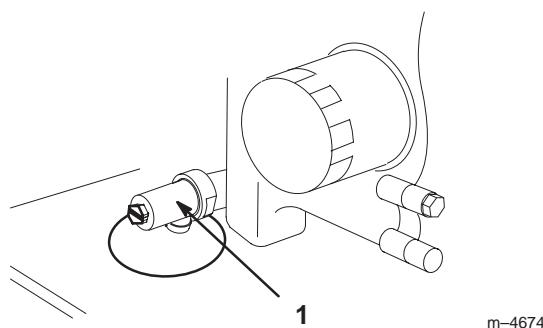

Bild 39
3. Stellen Sie eine Auffangwanne unter die Ölabblassschraube. Öffnen Sie das Ventil entweder mit einem Flachschraubenschlüssel, einem 3/8"-Schlüssel oder einem Schlüssel 10 mm (Bild 39).
4. Drehen Sie das Ventilende im Uhrzeigersinn, um das Ventil zu schließen. Drehen Sie das Ventilende entgegen dem Uhrzeigersinn, um das Ventil zu öffnen (Bild 39).
5. Schließen Sie das Ablassventil, sobald alles Öl abgelaufen ist (Bild 39).